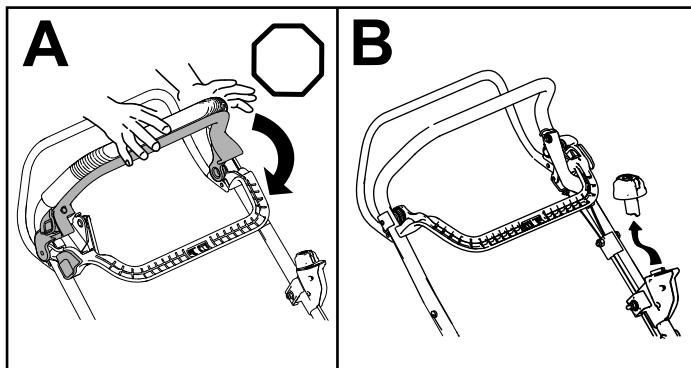

Bild 18
1. Lassen Sie den Schaltbügel los (Bild 18).
2. Entfernen Sie den Elektrostarttaster aus dem Elektrostartschalter (Bild 18).